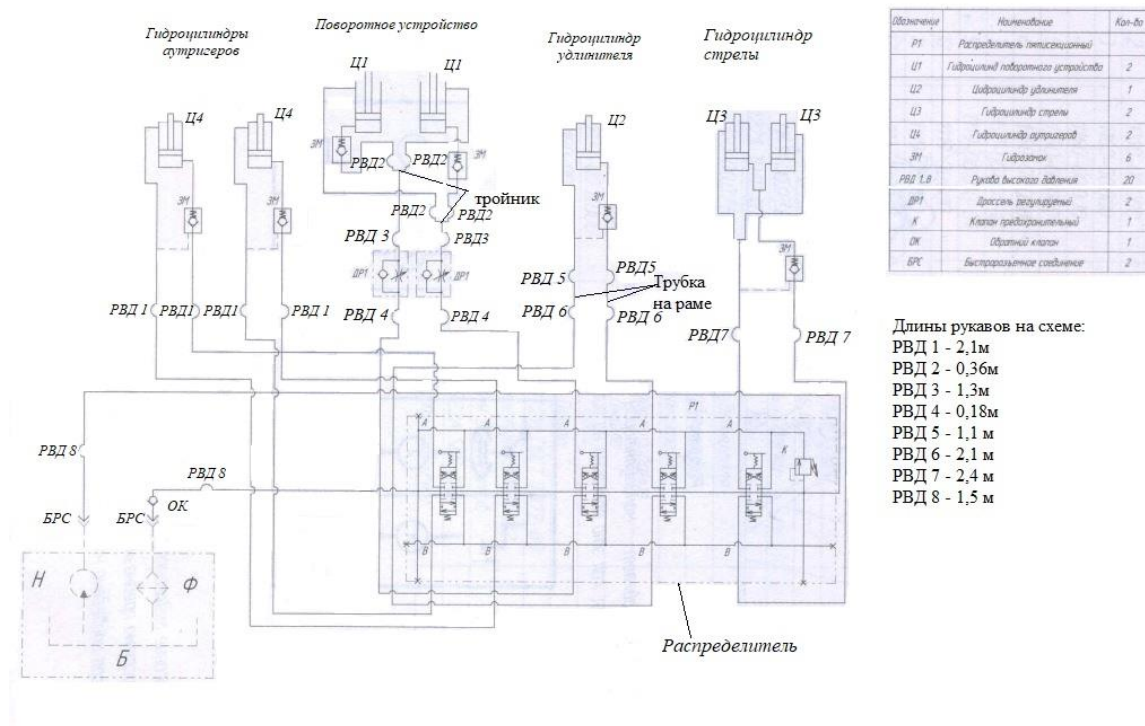

Рисунок 4 Схема гидравлическая
Гидросистема предназначена для обеспечения функционирования манипулятора и приведена на рис. 4.
- перед присоединением рукавов убедитесь в отсутствии давления в гидравлической системе трактора. Обратите внимание на правильность подключения нагнетательных и обратных линий к трактору. Подключения гидравлики по схеме рис.4.